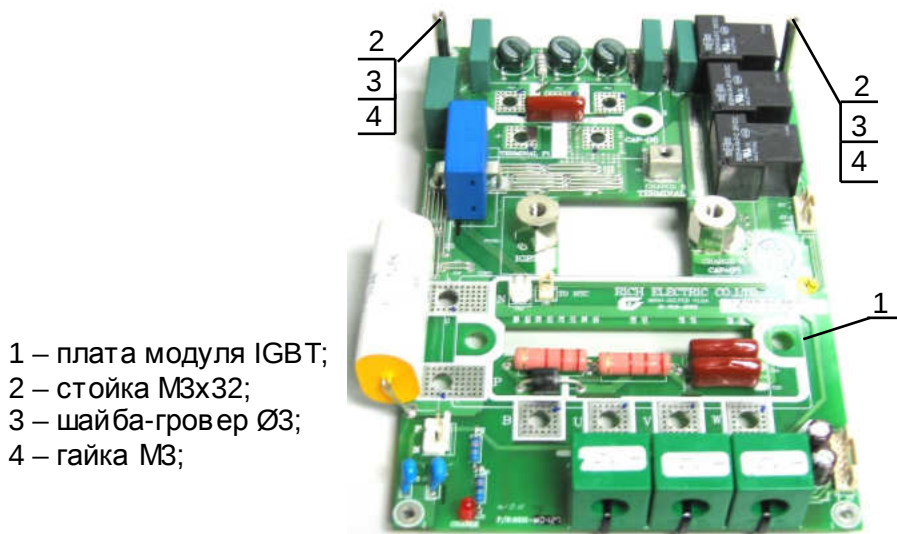

Рис.6.15
6.9.5. Демонтировать стойки (2) (рис.6.15), открутив с обратной стороны платы модуля IGBT(1) гайки (4). Положить плату модуля IGBT(3) в тару для составных частей. Положить стойки гайки и шайбы–гровер в тару для крепежа.